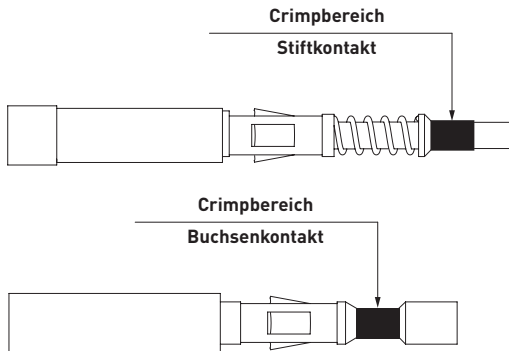

Bild 4 - Crimbereich
- In der Bedienungsanleitung der Zange **CLPZ R** wird erklärt, wie die Zange arbeitet und wie die Crimptiefe und der Kopf der Positioniereinheit gemäß Bild 4 eingestellt werden müssen.